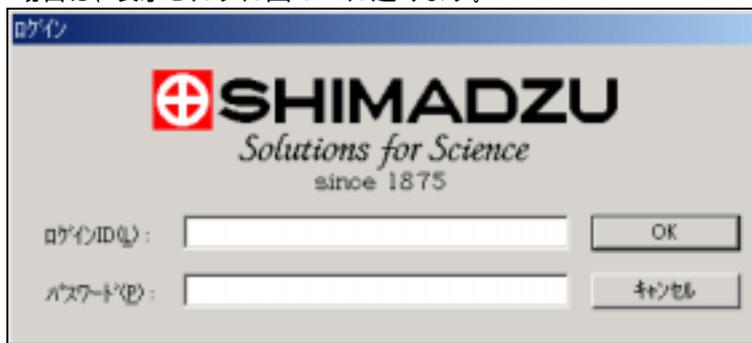
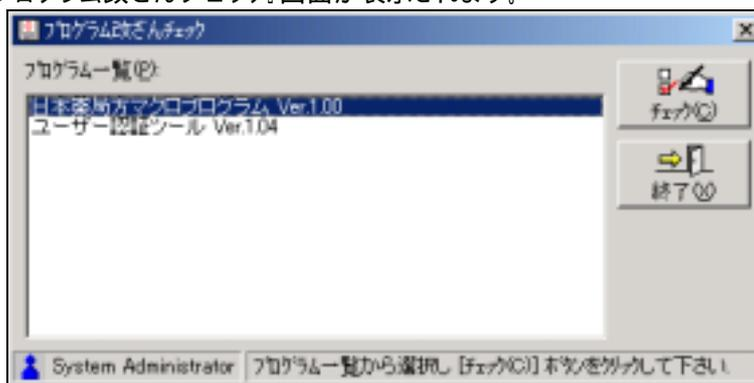

図 6-1 ログイン画面
図 6-2 プログラム改ざんチェック画面
2. 『島津ユーザー認証ツール』がインストールされている場合は、図 6-1 のログインダイアログが表示され、登録されているユーザーIDとパスワードでログインします。『島津ユーザー認証ツール』がインストールされていない場合は、表示されずに図 6-2 に進みます。
3. 図 6-2 の『プログラム改ざんチェック』画面が表示されます。